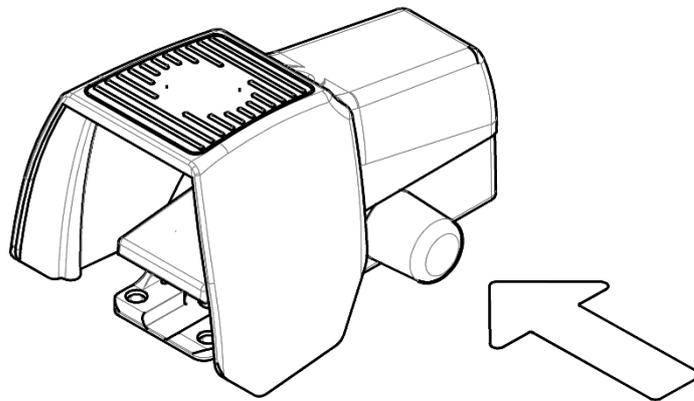

Fig. 3: Sblocco dell'interruttore a pedale
- Se l'arresto di emergenza è stato attivato tramite l'interruttore a pedale: rilasciare l'interruttore a pedale premendo il cappuccio in silicone blu sul lato dell'interruttore a pedale (vedere fig. 3).